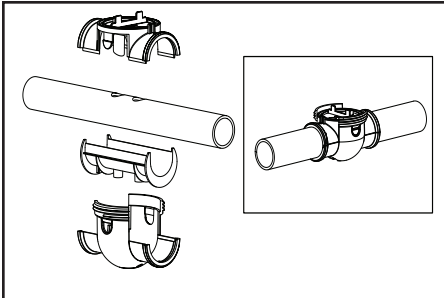
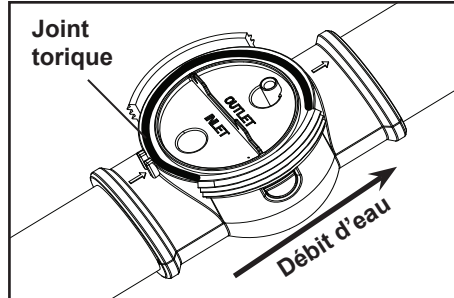

Figure 10. Fixer le collier de serrage de la cellule
Figure 11. Flèches du débit d'eau
11. Fixer le collier de serrage, l'écarteur de tuyau et le joint statique autour du tuyau tel qu'illustré (Voir Figure 10) **en s'assurant que les flèches de circulation sur le collier pointent dans la direction du débit d'eau** (Voir Figure 11). S'assurer que les deux (2) attaches sur les côtés du collier de serrage s'enclenchent.
12. Insérer le joint torique dans la rainure sur le collier et ensuite, fixer la cellule (Voir Figure 11 et 12).